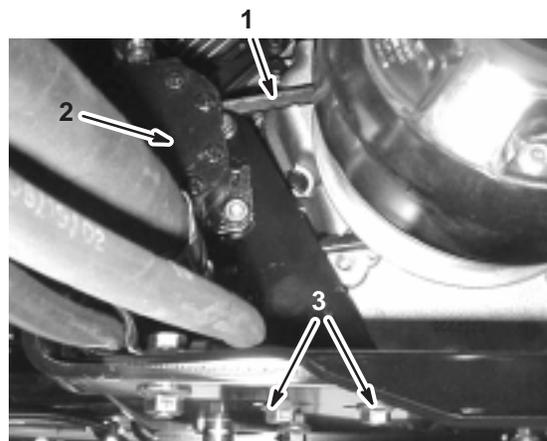

Figure 48
2. Desserrez les boulons de fixation de la pompe de direction (Fig. 48).